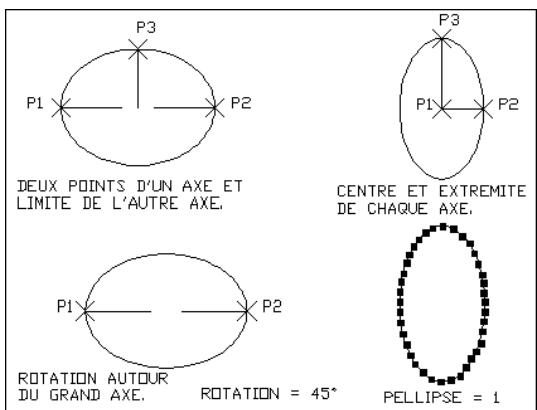

Fig.4.33
- ② Dans le cas de l'option par défaut **Axe-Fin** (Axis-End) (fig.4.33), désigner la première extrémité du premier axe (point P1).
- ③ Indiquer la seconde extrémité du premier axe (point P2).
- ④ Pointer l'extrémité du deuxième axe (point P3).
- ⑤ Dans le cas de l'option **Centre**, taper C pour activer l'option, puis pointer le centre de l'ellipse : P1.
- ⑥ Pointer l'extrémité du premier axe (point P2).
- ⑦ Pointer l'extrémité du deuxième axe (point P3).